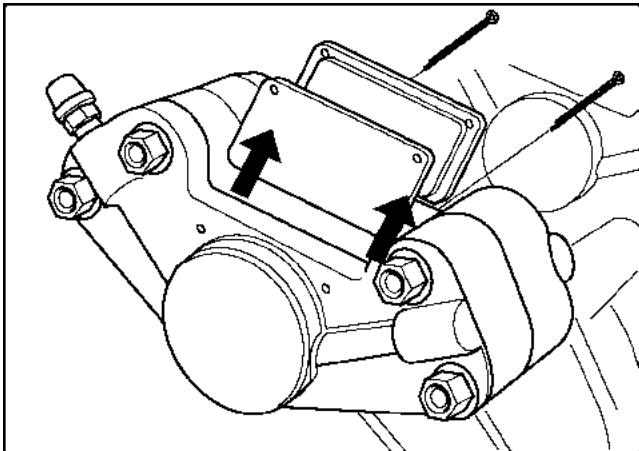

Figure 7-19. Retrait des plaquettes des serre-freins.
Avec la cloison coupe-feu retirée, les deux serre-freins hydrauliques sont visibles. Chaque serre-frein a 2 plaquettes de frein fixées aux serre-freins par des goupilles fendues (figure 7-19). Vérifier les 4 plaquettes.
Les plaquettes de frein sur le modèle Avenger sont aisément remplacées en retirant les 2 goupilles fendues qui les fixent sur l'assemblage de serre-frein et en tirant chaque plaquette hors du serre-frein. Voir la figure 7-19. Les pistons doivent être repoussés en premier afin de permettre le dégagement pour les plaquettes neuves. Insérer les plaquettes neuves dans le serre-frein et installer 2 goupilles neuves en repliant
- le matériau de garniture de frein moulé sur chaque plaque métallique est usé à une épaisseur de 0,035 po (1/32 po). (Figure 7-19 b).